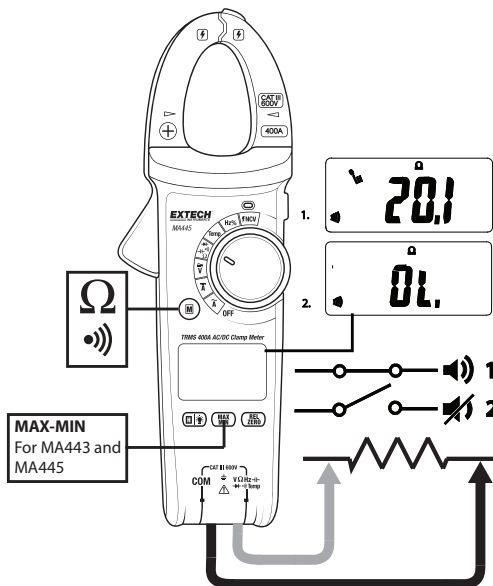

Abb. 7 – Messungen von Widerstand und Durchgang
3. Stecken Sie den schwarzen Bananenstecker der Prüflleitung in die negative COM-Buchse. Stecken Sie den roten Bananenstecker der Prüflleitung in die positive Buchse (Ω). Siehe Abb. 7.
3. Stecken Sie den schwarzen Bananenstecker der Leitung in die negative COM-Buchse. Stecken Sie den roten Bananenstecker der Prüflleitung in die positive Buchse (Ω). Siehe oben Abb. 7.